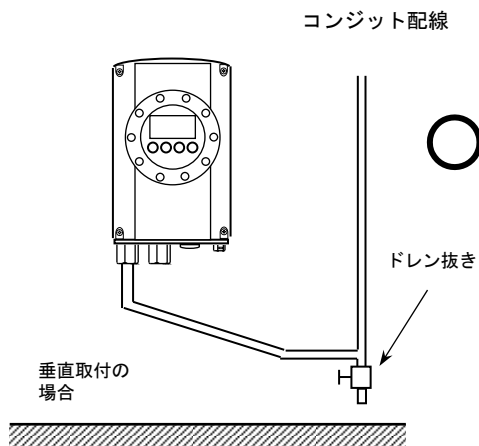

図 3.1d
7) コンジット配線を行う場合には、図 3.1d のように配線接続口から下向きの傾斜を設けて、配線接続口にコンジットを通して水が流れ込まないようにしてください。